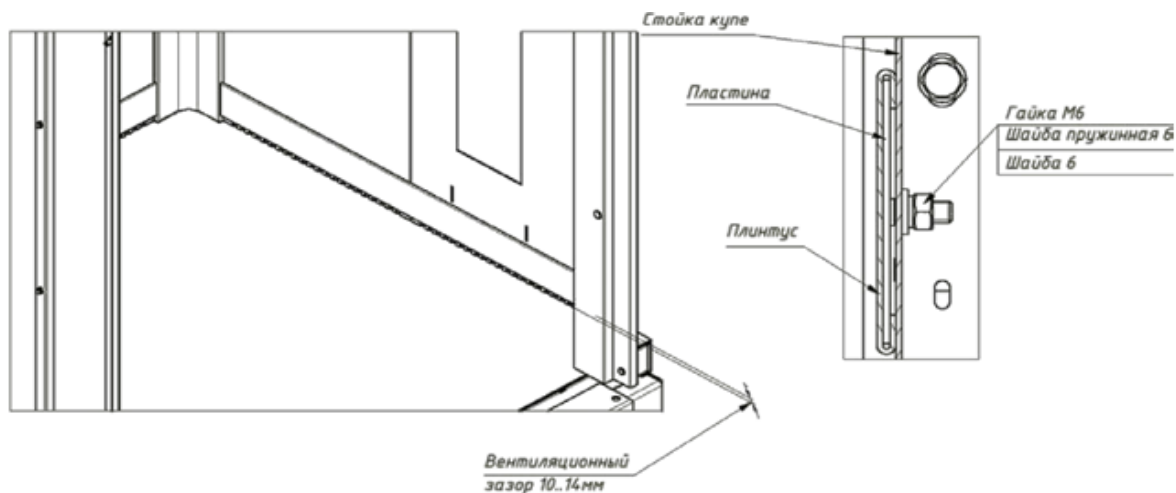

Рис.38
7.4.13. Установить плинтуса (при наличии), обеспечив вентиляционный зазор между полом и плинтусом (рис.38).